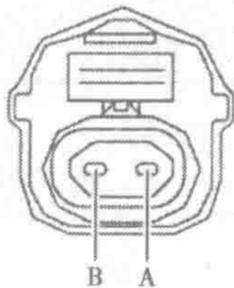

图 1-1-22 进气歧管温度传感器 (MAT) 连接器端子图
15. 进气歧管温度传感器 (MAT) 连接器端子图 (图 1-1-22) 及端子功能表 (表 1-1-15)